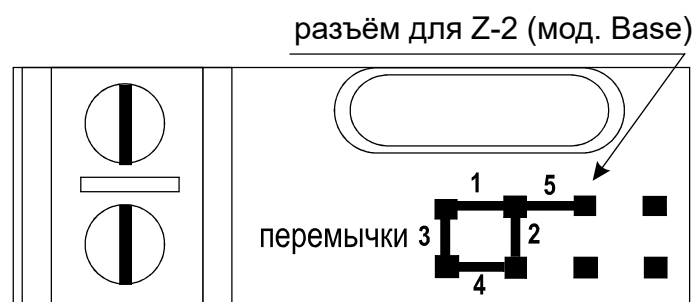
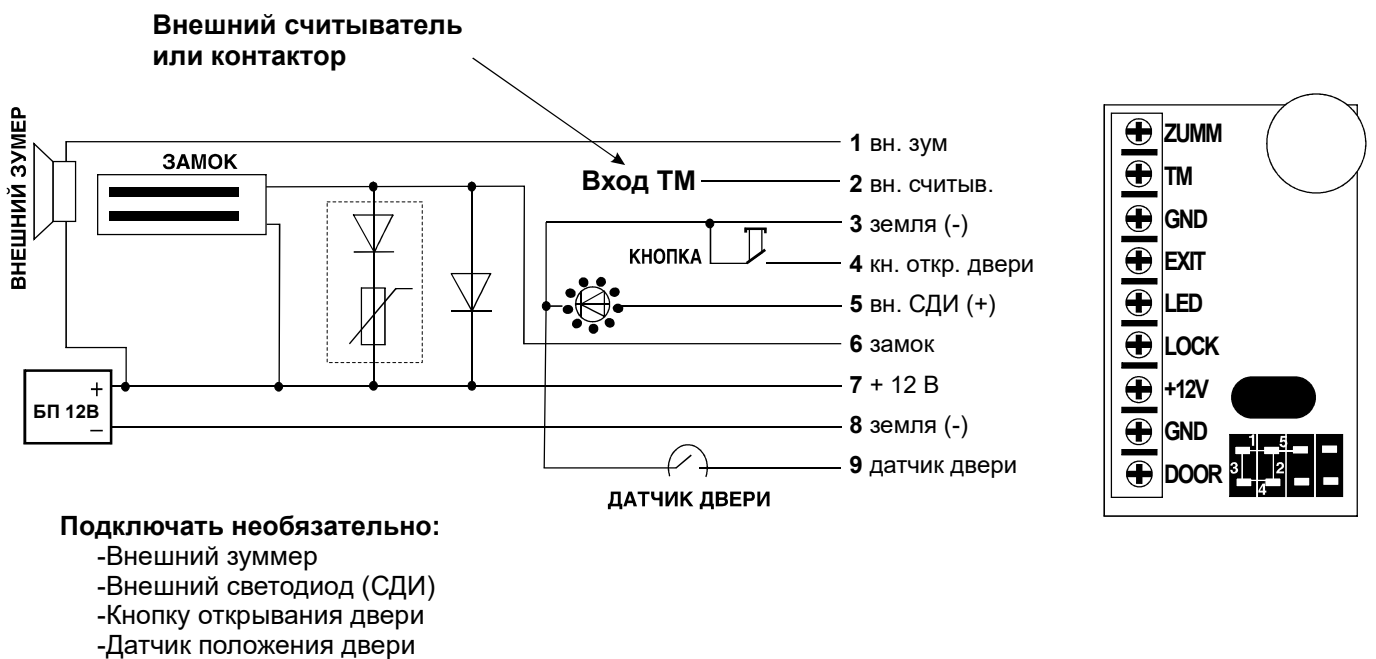

Рис. 3 Положение переключки
Рис. 6 Подключение внешних устройств
В комплект поставки контроллера Z-5R входит перемычка, которая используется для программирования контроллера (всего пять положений) (см. рис.3).
Для уменьшения этой зависимости в контроллер встроена схема гашения тока, которая превращает «лишнюю» энергию в обмотке замка в тепло, что существенно сокращает время срабатывания замка. Однако возможности схемы не безграничны, и при трафике более 25 проходов за 5 минут она может выйти из строя из-за перегрева. Для защиты схемы гашения тока для таких точек прохода необходимо установить шунтирующий диод параллельно обмотке замка. После этого время срабатывания (открывания) электромагнитного замка может возрасти на 1-3 секунды по сравнению с работающей схемой гашения тока. Если такое увеличение времени неприемлемо, то рекомендуется последовательно с диодом установить варистор на напряжение до 14 вольт и рассеиваемой энергией от 0,7 Дж (рекомендуется V8ZA2P) (см. Рис.6).
4. Установите защитный диод (см. рис.6). В случае, если замок электромеханический, установите переключку в положение 1 (см. рис.3).